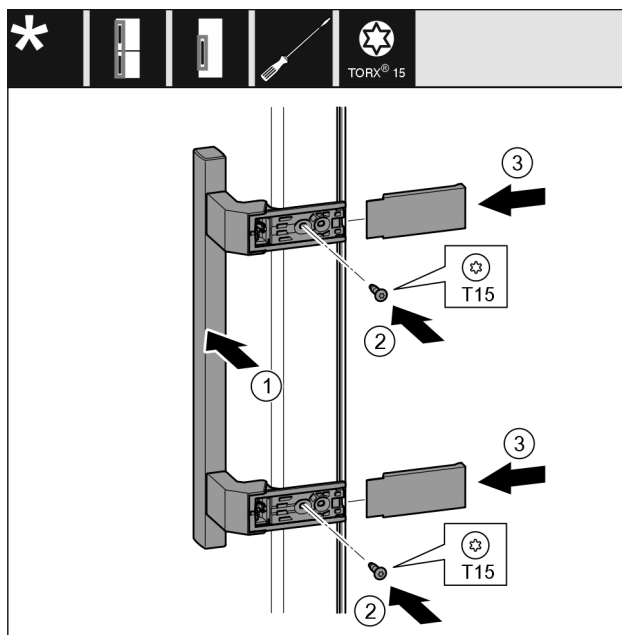

Fig. 20
- ▶ Поставете дръжката Fig. 20 (1) от другата страна.
- ▶ С отвертка затегнете винтовете Fig. 20 (2).
- ▶ Поставете отстрани капачите Fig. 20 (3) и ги нахлузете.